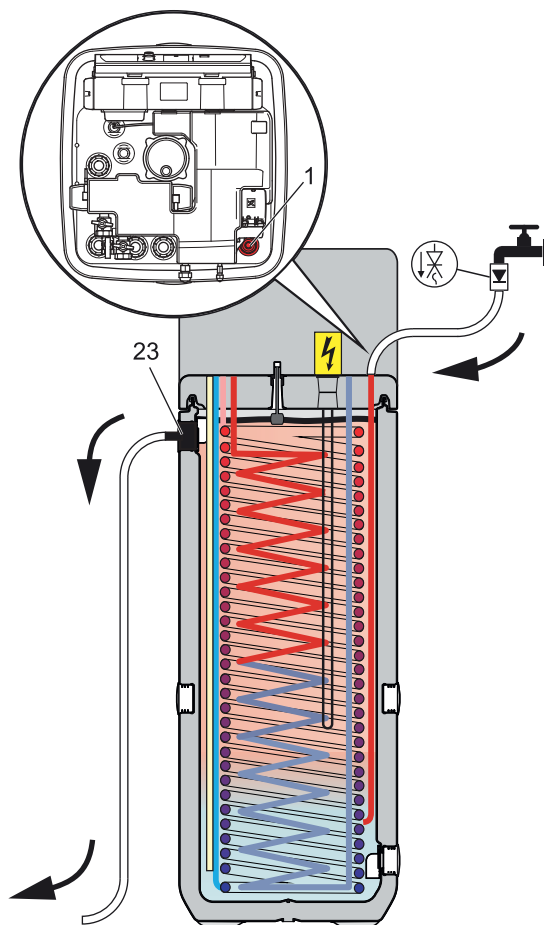

Fig. 7-2 Riempimento accumulazione inerziale - senza Impianto solare
- Collegare il **tubo flessibile di riempimento** con valvola di non ritorno (1/2") al collegamento "**DrainBack Solar - Mandata**" (v. fig. 7-2, pos. 1).
- **Riempire** il serbatoio ad accumulo della ROTEX HPSU compact **finché l'acqua non esce dal raccordo** (fig. 7-2, pos. 23), che è stato collegato **come troppopieno di sicurezza**.